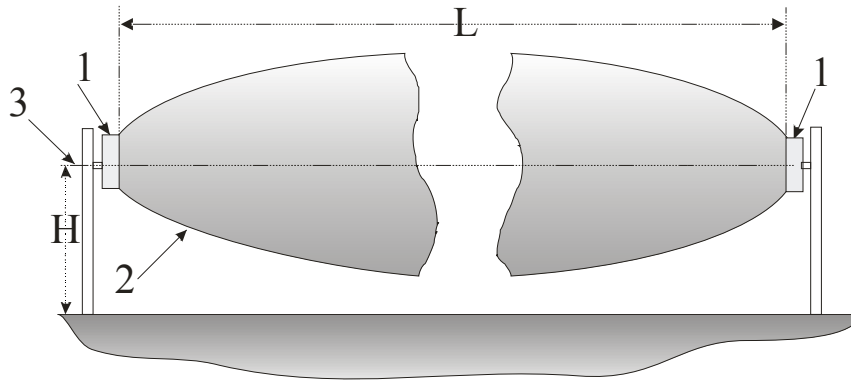
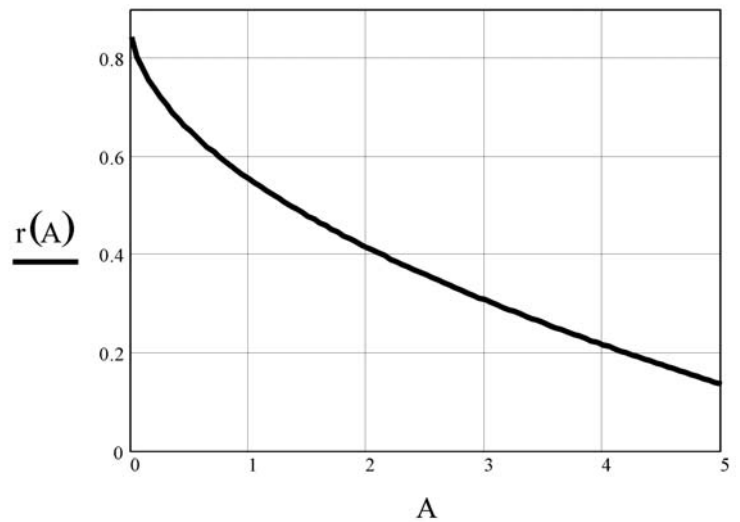

Рис. 4.1
Рис. 4.3
4.5 При выборе высоты установки необходимо учесть, что, при приближении к БПРД (БПРМ) вдоль оси, ЗО «отрывается» от земли как показано на рис. 4.1, 4.3. На рис. 4.3 показана зависимость расстояния « $r(A)$ » от нижнего края ЧЗ до поверхности земли при приближении к БПРД (БПРМ) на расстояние « $A$ ». При расчете при-